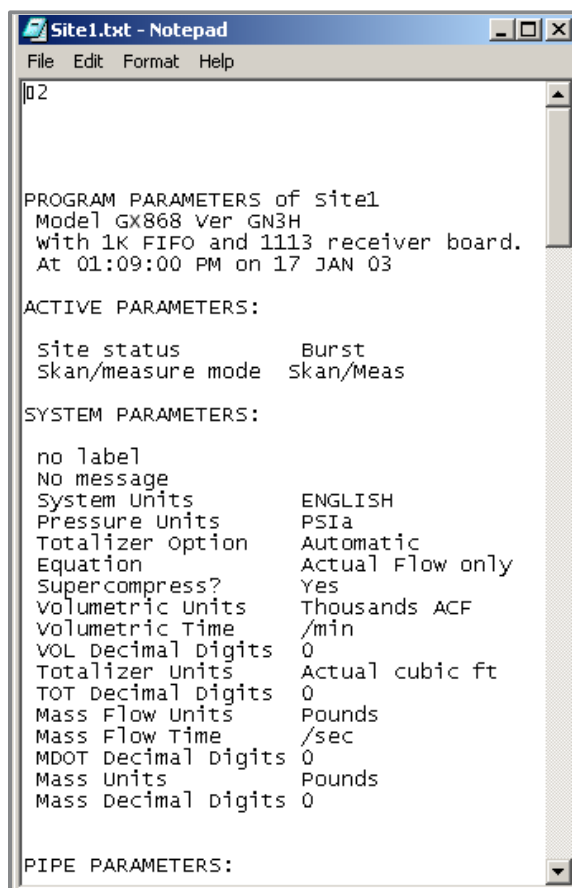

Рисунок 36: Распечатка файла объекта
4. Из дерева расходомера разверните пункт *Edit Functions* (Редактирование функций). Окно теперь имеет вид, показанный на рис.36, с перечнем доступных меню. Указанные в перечне меню соответствуют конфигурации расходомера.